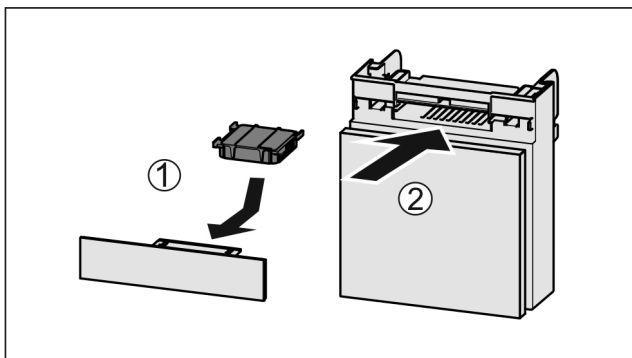

Fig. 49
- ▶ Aktivkohlefilter nach Abbildung einsetzen Fig. 49 (1).
- ▶ Fach einschieben Fig. 49 (2).